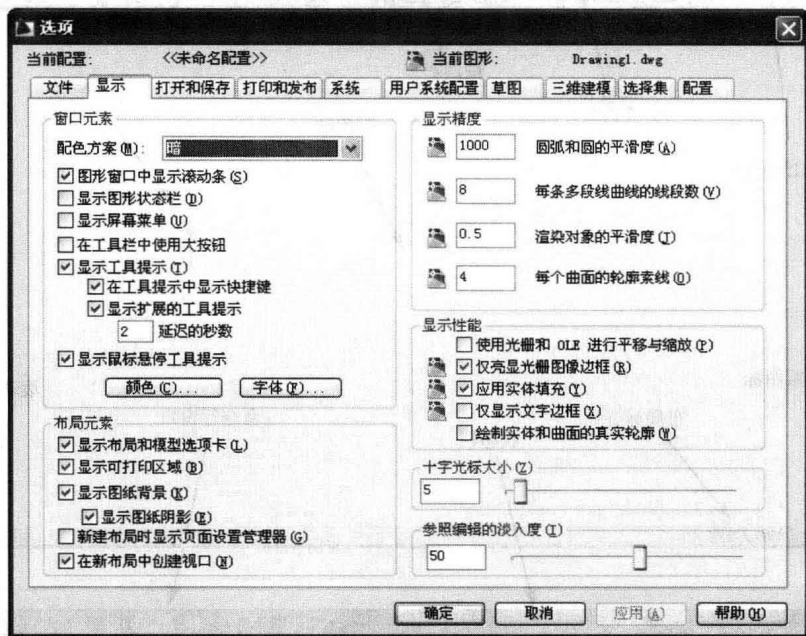
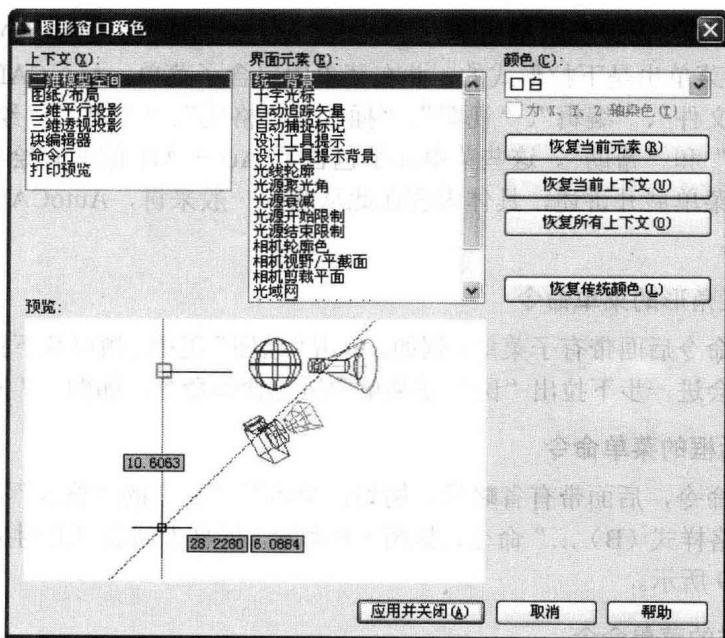

图 1-4 “选项”对话框中的“显示”选项卡
图 1-5 “图形窗口颜色”对话框
在绘图窗口中选择“工具”菜单中的“选项”命令，屏幕上将弹出系统配置对话框。打开“显示”选项卡，在“十字光标大小”区域中的编辑框中直接输入数值，或者拖动编辑框后的滑块，即可以对十字光标的大小进行调整，如图 1-4 所示。
(1) 在图 1-4 所示的选项卡中单击“窗口元素”区域中的“颜色”按钮，将打开如图 1-5 所示的“图形窗口颜色”对话框。
(2) 单击“图形窗口颜色”对话框中“颜色”下拉列表框右侧的下拉箭头，在打开的下拉列表中，选择需要的窗口颜色，然后单击“应用并关闭”按钮，此时 AutoCAD 2009 的绘图窗口变成了窗口背景色。通常按视觉习惯选择白色为窗口颜色。